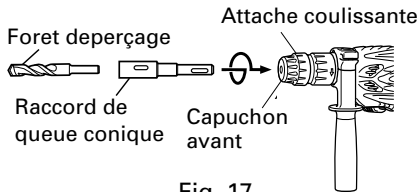

Fig. 17
- (1) Monter le raccord de queue conique sur le marteau rotatif à percussion. (Fig. 17)
- (2) Fixer la mèche (queue conique) sur le raccord de queue conique. (Fig. 17)
- (3) Mettre l'interrupteur sur la position de marche (ON) et percer un trou de la profondeur voulue.